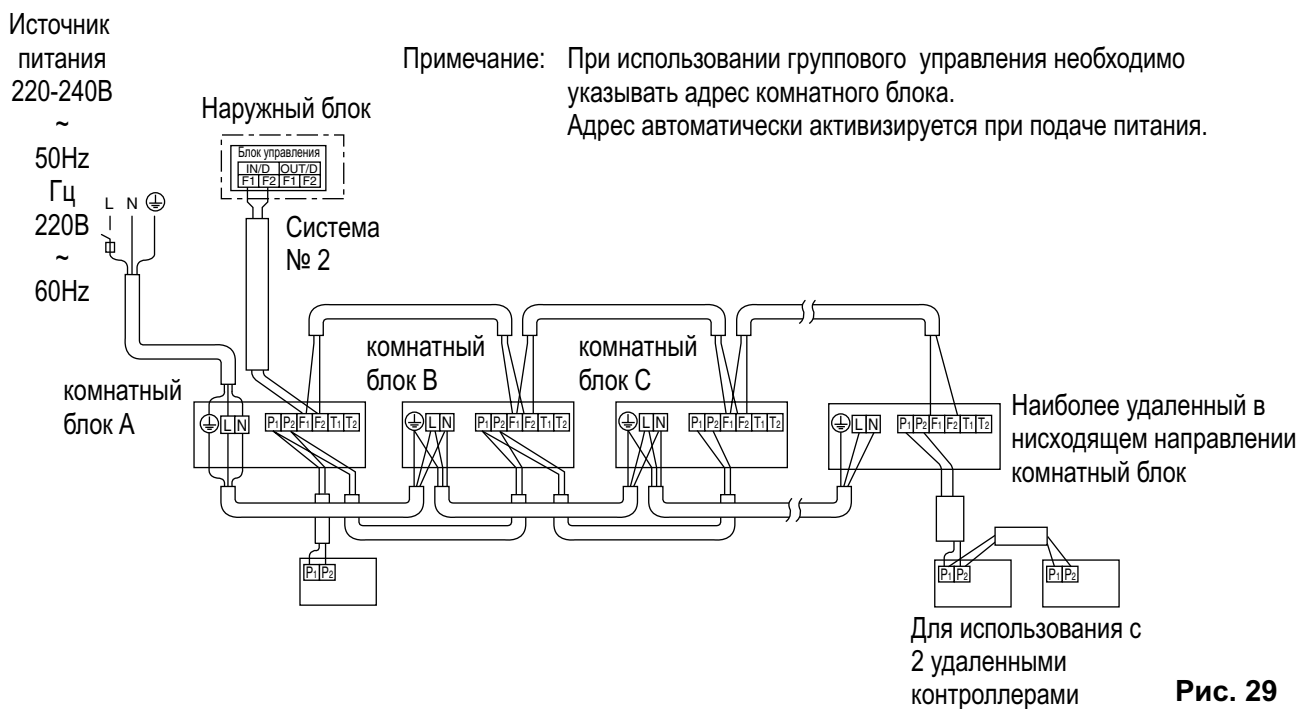

Рис. 29
- (3) Снимите крышку распределительной коробки.
- (4) Присоедините удаленный контроллер 2 к клеммной колодке удаленного контроллера (P1, P2) в блоке управления. (Независимо от полярности.) (См. рис. 29 и таблица 8-3)